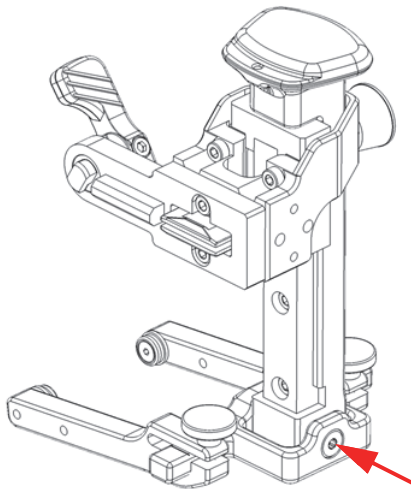

Figura 2-24 Tornillo siendo puesto nuevamente
7. Nueva instalación del tornillo en la viga pivotante de horquilla (ver Figura 2-24 en la página 59).